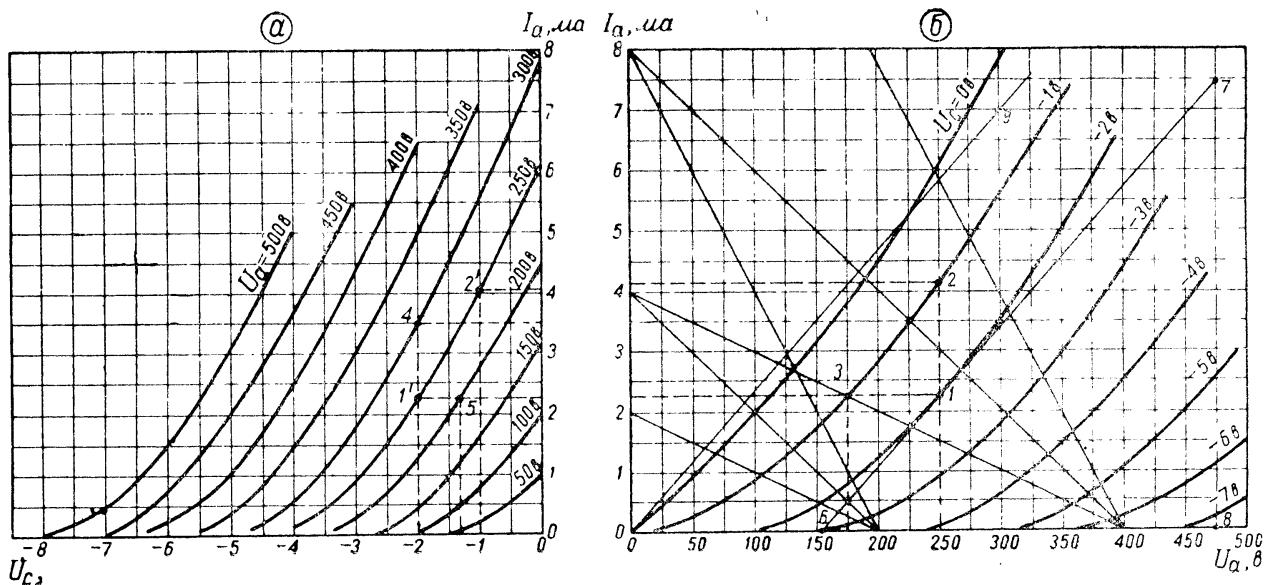

Рис. 8
Определим все эти величины, пользуясь анодными и сеточными характеристиками для лампы 6Н9С, рис. 8, а, б. Пусть рабочая точка $U_{c_1} = -28$; $I_a = 2,3 \text{ mA}$;
$I_a = 250 \text{ V}$ (на рис. 8, а точка 1', на рис. 8, б точка 1). Решим эту задачу, пользуясь анодными характеристиками. Для этого из рабочей точки (1) проведем вертикальную и горизонтальную линии до пересечения с анодной характеристикой для $U_{c_1} = -1 \text{ V}$ (точки 2 и 3). Для того чтобы найти значение S , нужно определить анодные токи лампы для точек 2 ($I_a = 4,1 \text{ mA}$) и 1 ($I_a = 2,3 \text{ mA}$) и разделить их разность на соответствующее приращение сеточного напряжения (в нашем случае равное 1 в), т. е.
На рис. 8, б показаны также динамические характеристики для $R_a = 100, 50$ и 25 ком и разных значений $E_\sigma = 200$ и 400 в .